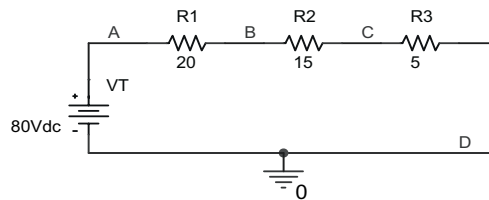
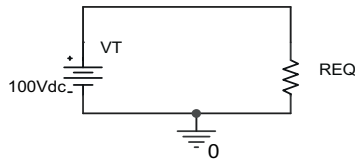

Figura 9. Aspecto final del Circuito Serie con los valores propuestos
Figura 10. Circuito Serie equivalente.
El aspecto del circuito debe ser el de la Figura 9.
- 1 Una vez nuestro circuito tenga el aspecto de la Figura 9. Seleccionamos la opción *PSpice/New Simulation Profile* tras lo que se abrirá una caja de dialogo en la que deberemos introducir un nombre para esta simulación (por ejemplo *CtoSerie1*). En la línea *inherit from* dejaremos el valor *none*. Pulsamos *create*.
El cálculo de la Resistencia Equivalente (R_{eq}) ya se estudió en la práctica 2. Cambiar el circuito de la Figura 9 por uno equivalente donde solamente haya una resistencia, como en la Figura 10. Habrá que calcular el valor de la resistencia equivalente de modo que la I_T del circuito equivalente sea la misma que la I_T del circuito con las tres resistencias. Comprobar que es así repitiendo la simulación construyendo el nuevo circuito de la Figura 10 y seleccionando el icono  para la visualizar solamente la corriente.
Circuito de la Figura 10